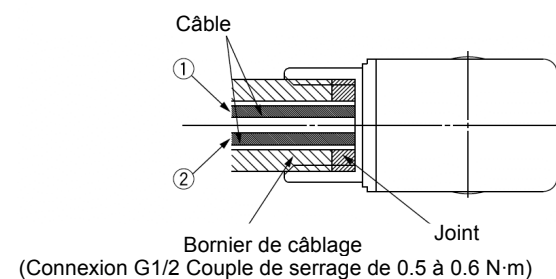

Figure 15
- Serrez le bornier au couple indiqué en Figure 15.